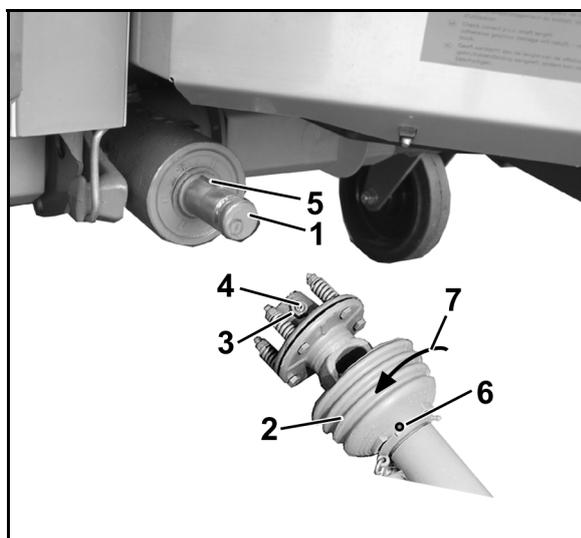

Fig. 36
2. Limpar o veio de entrada na caixa de velocidades (Fig. 36/1).
4. Desenroscar o parafuso de retenção (Fig. 36/6).
5. Girar o cone de protecção (Fig. 36/2) para a posição de montagem (Fig. 36/7).
7. Na forqueta de ligação, soltar a contraporca (Fig. 36/3) do acoplamento de fricção (até que o perno roscado deixe de sobressair para fora, para além da contraporca), desenroscar o perno roscado de sextavado interior (Fig. 36/4) e verificar se a forqueta de ligação se deixa colocar facilmente sobre o veio da engrenagem.
Prestar atenção a uma sobreposição completa da mola de ajuste (Fig. 36/5)!
9. Proteger o veio de transmissão contra o deslocamento axial. Para o efeito, apertar firmemente o perno roscado com uma chave de sextavado interior e contra-apoiar com a porca (Fig. 36/3).
2. Na forqueta de ligação, soltar a contraporca (Fig. 36/3) do acoplamento de fricção. Desenroscar o perno roscado (Fig. 36/4).